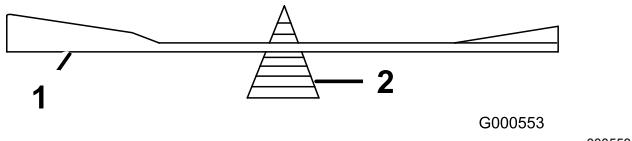

Figure 101
2. Vérifiez l'équilibre de la lame en la plaçant sur un équilibrEUR (Figure 101).